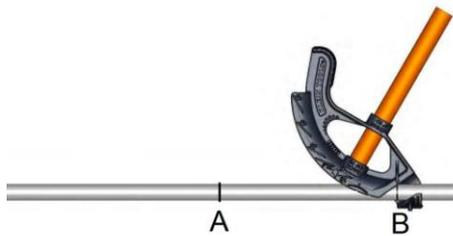

Figura 7. Colocación gancho del doblador
- Coloque el doblador en el tubo con el gancho apuntando hacia el extremo libre que se dobla hacia arriba, asegurándose de que la tubería está bien apoyada en el gancho del doblador y alinee el símbolo de flecha con la marca "B" que señalo. Tal como se aprecia en la figura 7.